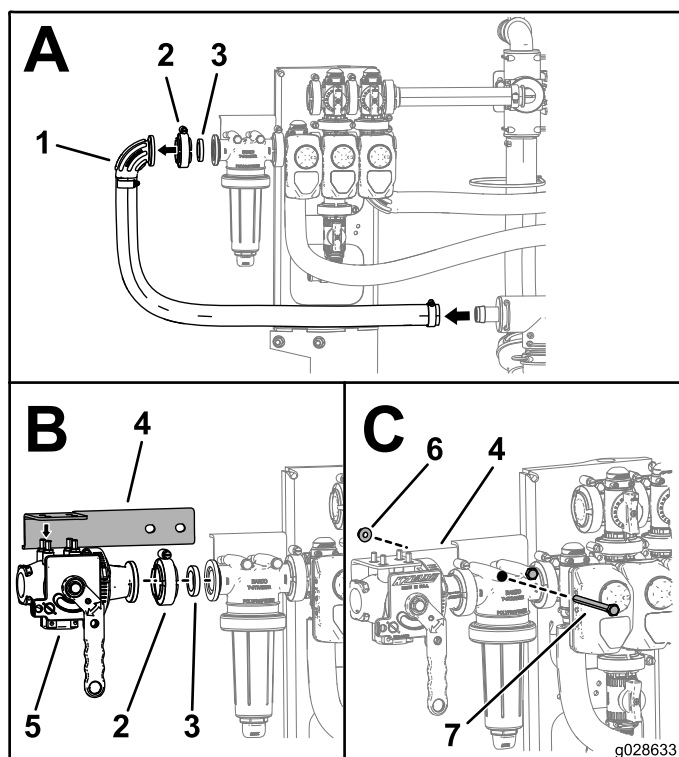

Рисунок 19
1. Снимите колено, фланцевый хомут, прокладку, колено и впускной шланг с головки фильтра линии нагнетания (вид А на Рисунок 19).
2. Установите кронштейн клапана на верх клапана эдуктора, как показано на виде В на Рисунок 19.
3. Установите клапан эдуктора, используя прокладку и фланцевый хомут, снятые при выполнении действий, описанных в пункте 1; см. вид В на Рисунок 19.
4. Прикрепите кронштейн к клапану стрелы в сборе, используя болты и гайки, которые в данный момент установлены на фильтре линии нагнетания; см. вид С на Рисунок 19.